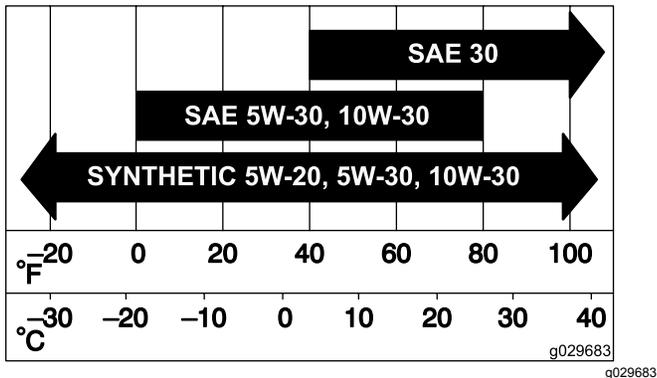

Figure 34
3. Ouvrez les dispositifs de verrouillage du filtre à air et détachez le couvercle du boîtier du filtre (Figure 34).
5. Sortez l'élément filtrant du boîtier du filtre avec précaution (Figure 34).
2. Introduisez le filtre dans son boîtier avec précaution (Figure 34).
3. Remettez en place et verrouillez le couvercle du filtre à air (Figure 34).